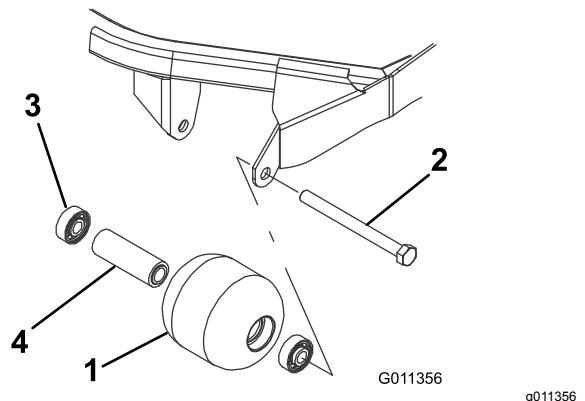

図 74
- ローラ取り付けボルトを外す図 74。
- ローラハウジング、ベアリング、ベアリングスペーサに破損がないか点検する図 74。破損している部品を交換し、組み立てを行う。
- 第一のベアリングをローラハウジングに押し込む図 74。アウターレースのみを押すか、インナーレースとアウターレースを均等に押すかする。
- スペーサを入れる図 74。
- 第二のベアリングをローラハウジングに入れる図 74 このときは、インナーレースがスペーサに接触するまで、インナーレースとアウターレースを均等に押す。